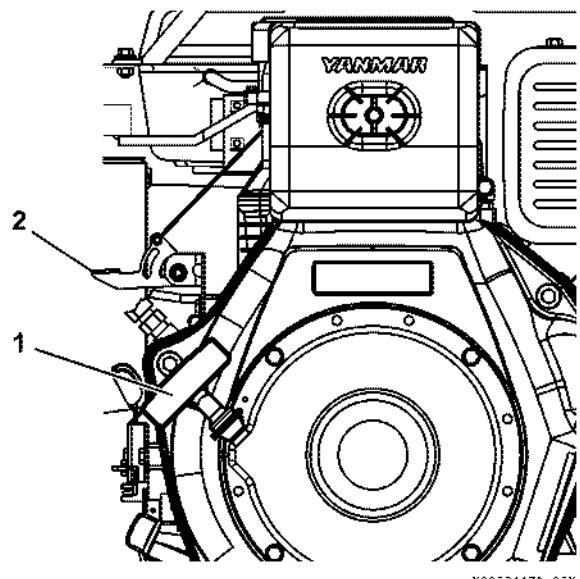

Рис. 55
6. Возьмитесь за ручку ручного стартера (Рис. 55, (1)).
9. Опустите вниз рычаг сброса давлени (Рис. 55, (2)), пока он не зафиксируется в этом положении, и отпустите его.
10. Возьмитесь за ручку ручного стартера (Рис. 55, (1)).